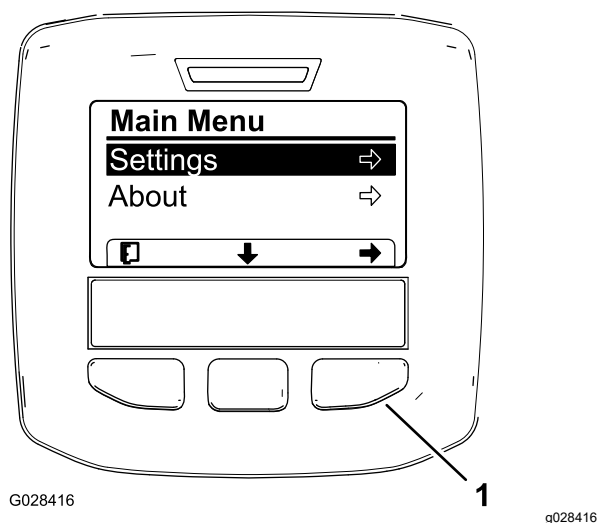
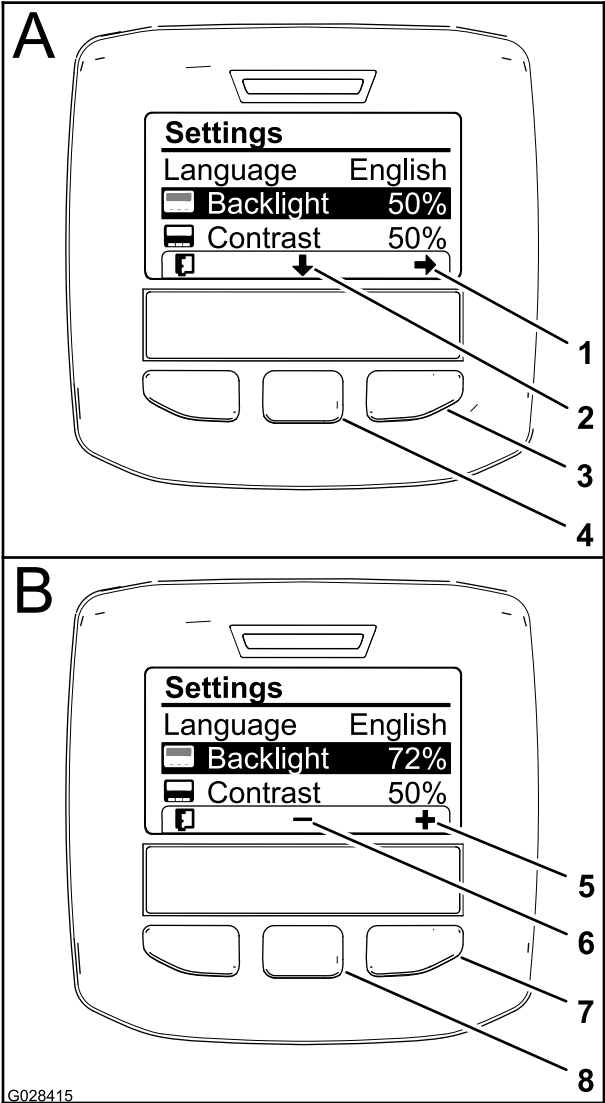

Figura 61
Figura 63
3. Pulse el botón de selección central para acceder al menú principal (Figura 61).
5. Pulse el botón de selección izquierdo para guardar la selección, salir del menú Configuración y volver al Menú principal (Figura 61).
abajo en la pantalla) para mover la opción seleccionada hacia abajo a Retroiluminación (Figura 63).
3. Pulse el botón de selección derecho para mostrar el menú contextual Ajuste de valor (Figura 63).
4. Utilice el botón de selección central y el botón de selección derecha para cambiar el nivel de brillo de la pantalla (Figura 63).
5. Pulse el botón de selección izquierdo (el botón situado debajo del icono de lista de la pantalla) para guardar la selección, salir del menú Retroiluminación y volver al menú Configuración (Figura 63).
6. Para ajustar el nivel de contraste de la pantalla, pulse el botón de selección central (el botón situado debajo del icono de flecha abajo en la pantalla) para mover la opción seleccionada hacia abajo a Contraste (Figura 63).
7. Pulse el botón de selección derecho para mostrar el menú contextual Ajuste de valor (Figura 63).
8. Pulse el botón de selección izquierdo (el botón situado debajo del icono de Lista de la pantalla) para guardar la selección, salir del menú Contraste y volver al menú Configuración (Figura 63).
9. Pulse el botón de selección izquierdo para salir del menú Configuración y volver al Menú principal (Figura 61 y Figura 63).
10. Pulse el botón de selección izquierdo para volver a la pantalla de Inicio (Figura 63).